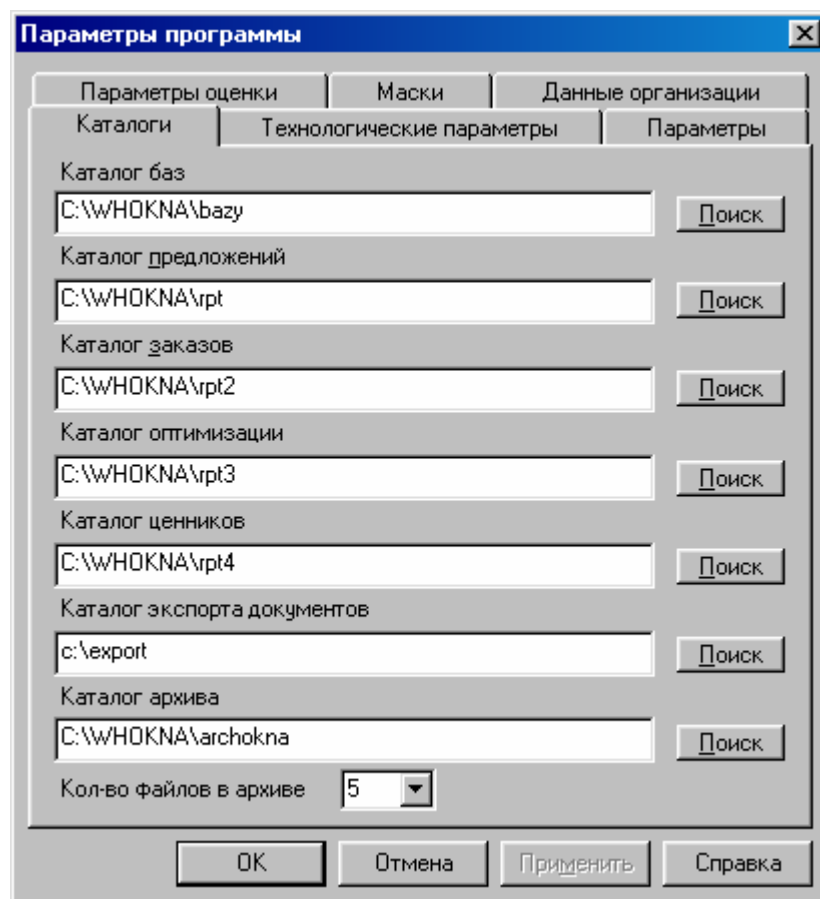

Рисунок 72. Параметры программы.
**Параметры** – в этом меню существует только одна опция «Установка», выбор которой открывает окно «Параметры программы» (рис.72).